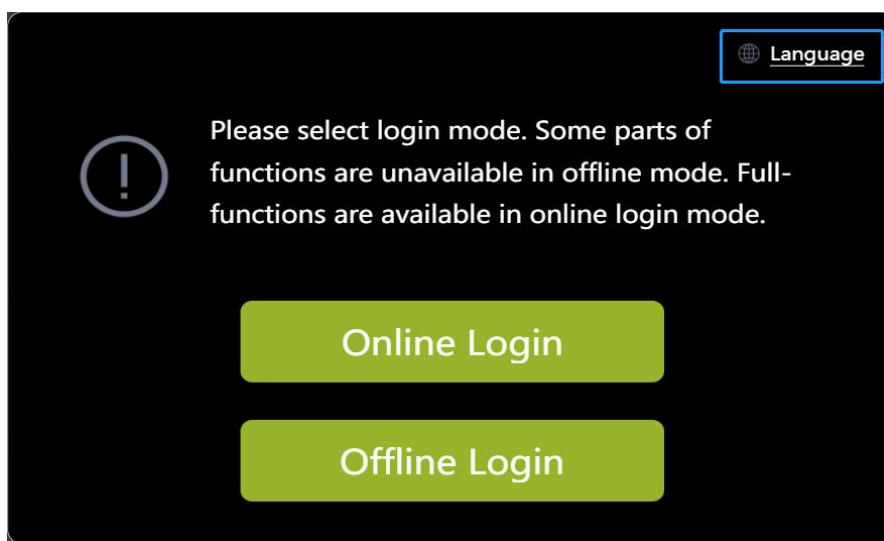
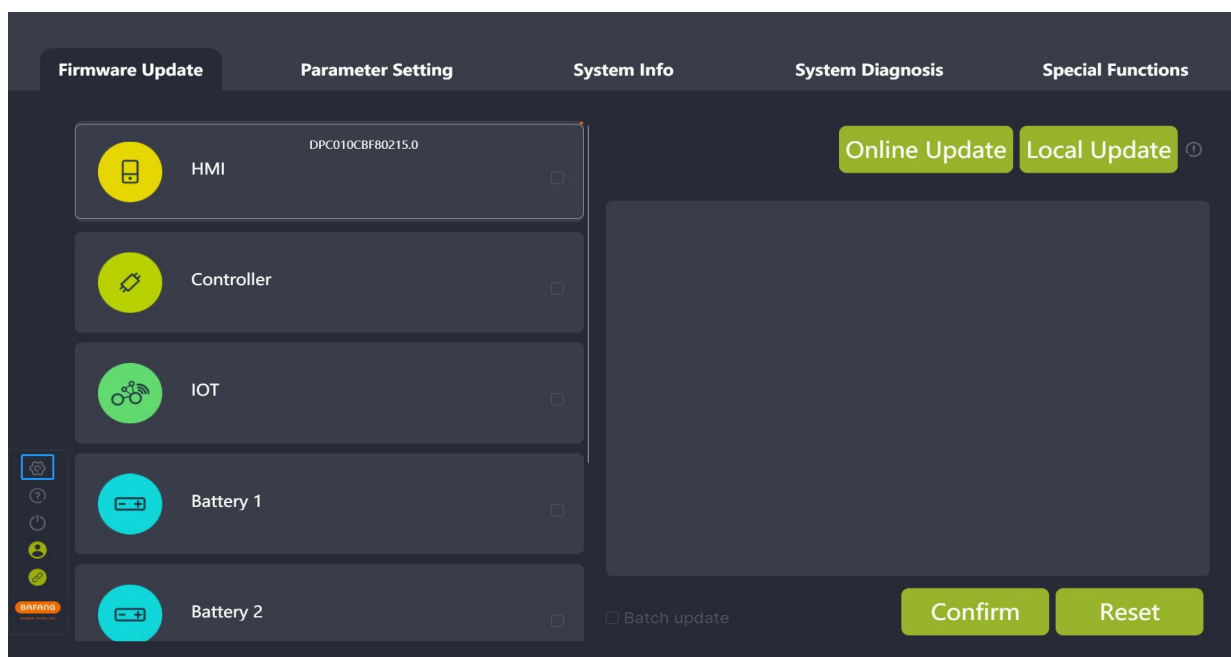

图 9-1 语言
图 9-2 语言
- (1) 可在初始登录弹窗右上角设置“语言”（如图 9-1），也可在登录后的界面左下角选择“设置”图标（如图 9-2）；
- (2) 在语言下拉列表选择需要的语言；
- (3) 点击“重启”后自动重启软件，所选语言生效；
- (4) 提示：MAC 版本需点击“关闭”后手动启动软件，所选语言生效。